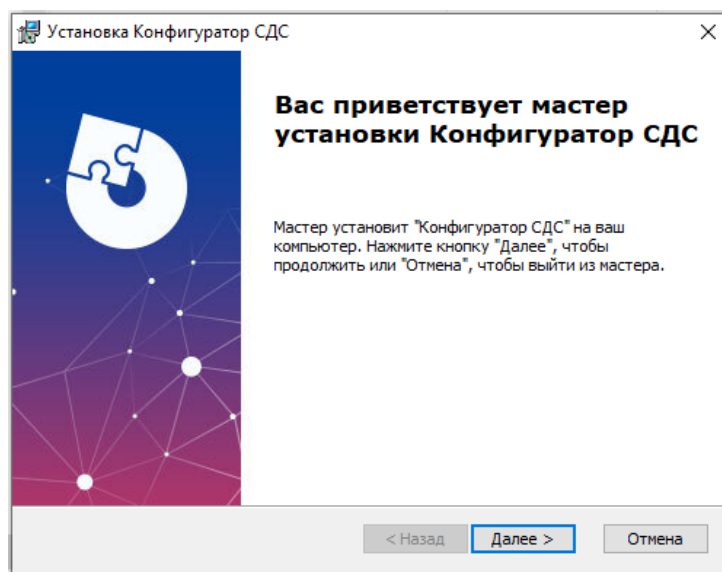

Рис.3.1
3.1 Программу установщик «cdcscfg.msi» нужно скачать с сайта или запросить в службе технической поддержки компании. Запустить программу установщик (рис.3.1)